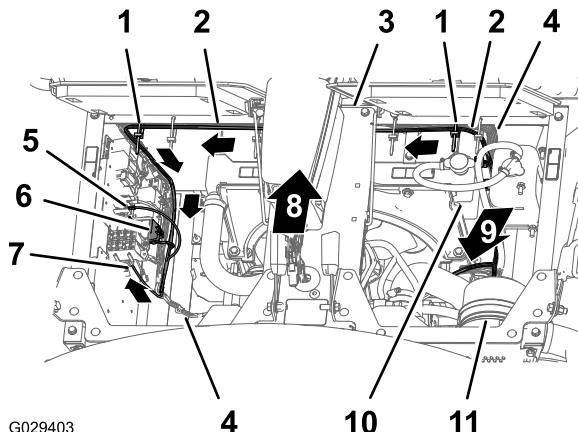

図 12
3. エンジルーム用の 197cm の枝 リング端子、ソケット端子、5ソケットコネクタがついているを、ラジエターの右側に沿って上方へ導き、ラジエター上部に沿って中央コンソールのベース部の下まで導く 図 12。
4. ケーブルタイを使って、仕上げキット用ワイヤハーネスを車両用ワイヤハーネスに 図 12 のように固定する。